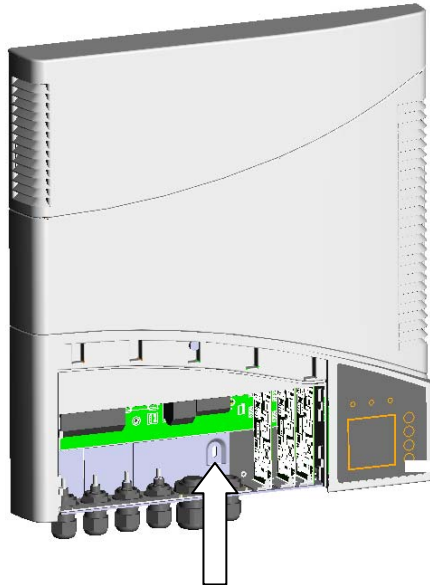

Fig. 7 Terzo punto di foratura
- 3) Appendere AURORA al supporto e segnare il terzo punto di foratura in corrispondenza del foro di bloccaggio inferiore. Rimuovere AURORA, praticare il terzo foro, inserire il tassello, riappendere AURORA al supporto e bloccarlo alla parete con la terza vite (vedi Fig. 7)